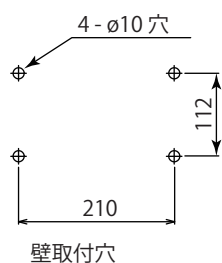

図2.8 取付穴の加工図
- (1) 図 2.8 のように、壁に取付穴を加工してください。
- (2) 変換器を取り付けます。4 本のねじを使用して、壁面にしっかり固定してください。